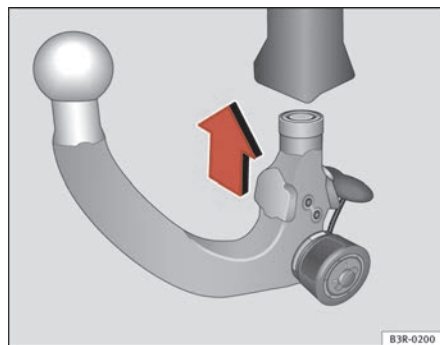

Fig. 153 Dispositivo di traino asportabile Come applicare il gancio a testa sferica
- Dopo aver caricato il gancio a testa sferica introdurlo nell'attacco e premere verso l'alto in direzione della freccia ⇒ fig. 153 ⇒ ⚠. La chiusura avviene in modo automatico. In questo momento si deve sentire chiaramente il rumore dell'innesto.